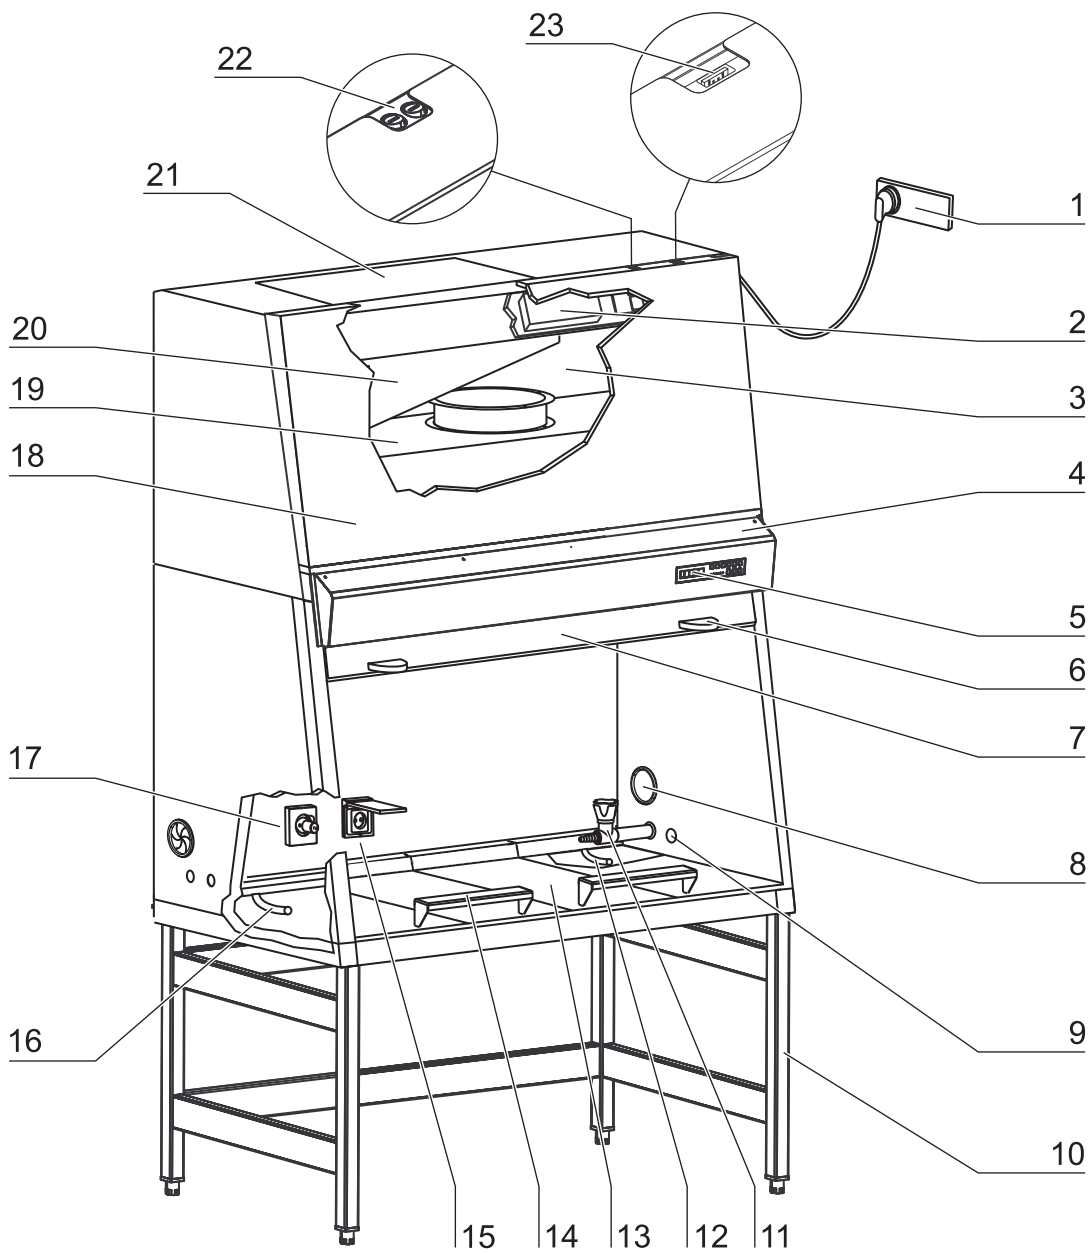

Рис. 3
- Рис. 3: пленум в сборе [3], состоящий из пленума для вентилятора нисходящего потока [19] и пленума для вентилятора отработанного воздуха [20]. Фильтр нисходящего потока и фильтр отработанного воздуха присоединены непосредственно к соответствующему пленуму. Отработанный воздух выводится за пределы аппарата через отверстие. Пленум в сборе расположен за обшивкой [18].